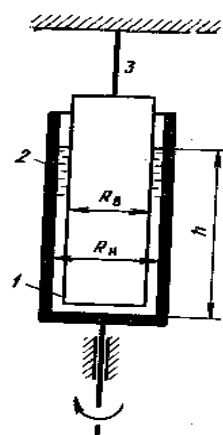

Рисунок 1.4 –
2.5. Для измерения вязкости неньютоновских жидкостей (жидкостей, которые не подчиняются закону Ньютона, например, некоторые типы нефтей, буровые растворы, клеи и т.д.) обычно используют **ротационные вискозиметры**, разновидностью которых являются **торсионные вискозиметры** (рис. 1.4).